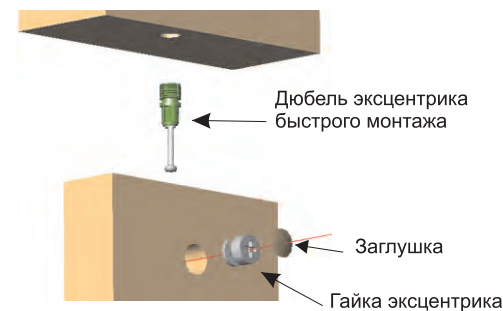

Рис.2
Установите шканты (3) в отверстия d=8 мм топа G, базы H и боковин A. Вставьте дюбель эксцентрика быстрого монтажа (1а) в топ G, в низ H и в боковины A (см. Рис.2). Установите опоры (4) в отверстия в плоскости низа H. Соберите заднюю стенку шкафа C (состоит из двух или четырех половин), используя соединительный профиль F (состоит из двух частей). Соедините вместе полки B, боковины A и заднюю стенку C. Вставьте эксцентриковые гайки (1б) и с помощью шестигранного ключа или отвертки (в комплект не входят) затяните их по часовой стрелке до фиксации (см. Рис.2). К собранной конструкции присоедините низ H и топ G и закрепите с помощью эксцентриковых стяжек (1). Используя шурупы (5) прикрепите заднюю стенку C к полкам B. Используя шурупы (6) и мини-винты (8) прикрепите петли (7) к дверям D и боковинам A (См. Рис 3.). Используя подкладки для ручек (10) прикрепите ручки (9) к деталям D винтами прилагаемыми к ручкам. В эксцентриковые гайки (1б) вставьте заглушки (2).Отрегулируйте опоры (4) по высоте при помощи шестигранного ключа или отвертки.